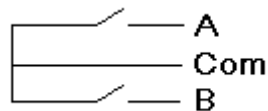

図 1
1. ホイールマウスエンコーダーの端子 A(図 1 参照)と TMPM375FSDMG MCU ボードの端子 30(ENCA)を接続します。
2. ホイールマウスエンコーダーの端子 B(図 1 参照)と TMPM375FSDMG MCU ボードの端子 29(ENCB)を接続します。
3. マウスの USB と PC を接続し、ホイールマウスエンコーダーの Com(図 1)を 5V と接続します。